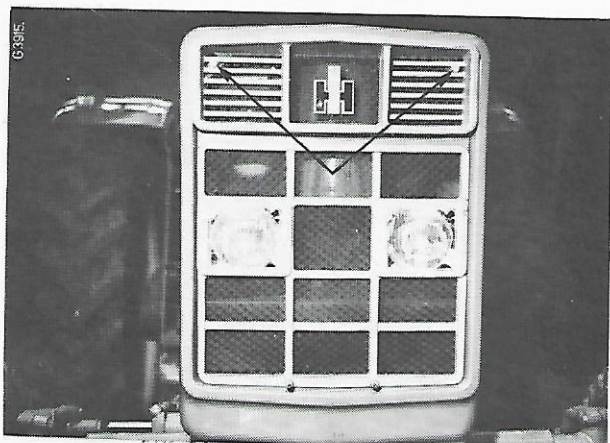
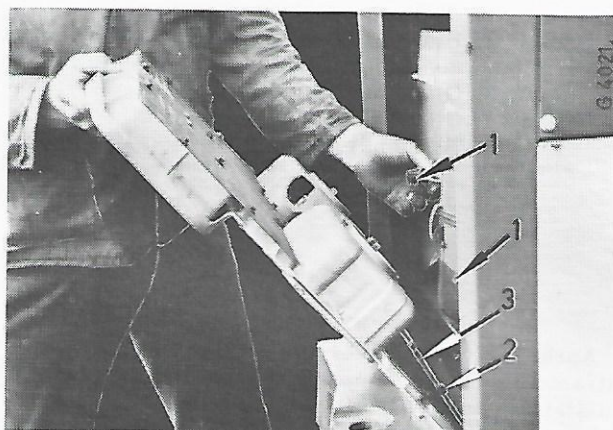

Fig. 42
Fig. 43
Dévissez les vis de fixation (fig. 42) et basculez légèrement la grille (fig. 43)
Lors de la remise en place de la grille, engagez les attaches (2) derrière la nervure (3). Raccordez les portes-lampes (1) aux phares. Serrez les vis de fixation (figure 42).
Enlevez la grille du radiateur (fig. 42 et 43)